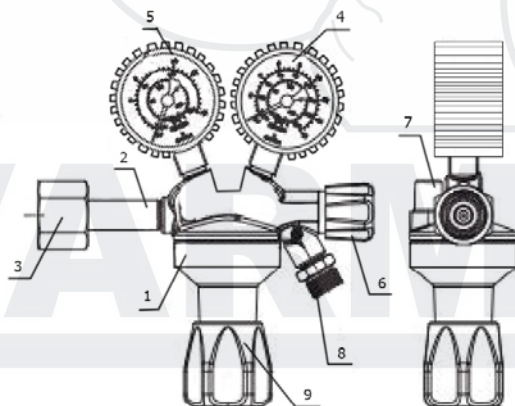

Рис. 1. Схема редуктора баллонного газового TECH CONTROL OX (кислород), CD (углекислота), UNI (аргон, азот, гелий).
**Для кислородного** - на редукторе установлены показывающие устройства: для определения давления в рабочей камере – на 1,25 МПа (12,5 кгс/см2) и для определения давления в баллоне – на 20 МПа (200 кгс/см2) (см. рис. 1).
**Для углекислотного** - на редукторе установлены показывающие устройства: для определения давления в рабочей камере – на 0,6 МПа (6 кгс/см2) и для определения давления в баллоне – на 10 Мпа (100 кгс/см2) (см. рис. 1).